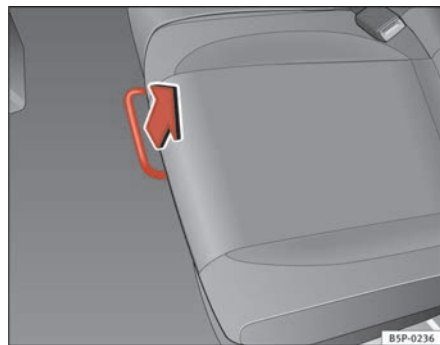

Fig. 96 Barra de desbloqueo del asiento posterior
- En la posición sentado, desbloquee la palanca en el sentido de la flecha ⇒ **fig. 96**.